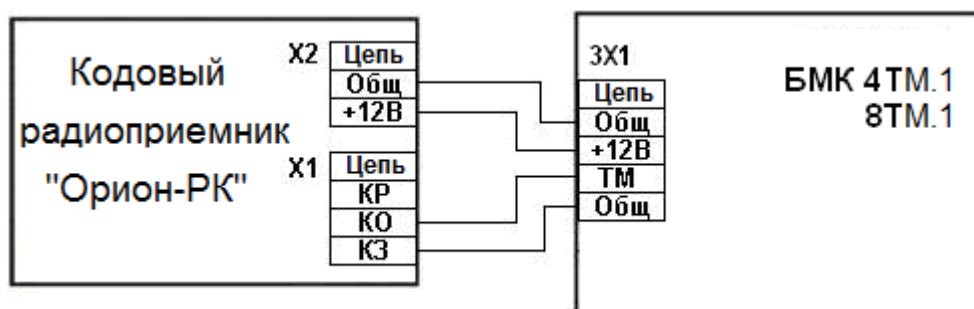

Рисунок 2 Схема подключения кодового радиоприемника «Орион-РК»
8.10 При необходимости управления прибором с помощью радиоконспекта «Орион-РК» подключить кодовый радиоприемник радиоконспекта к прибору согласно рис. 2 (поставляется по отдельному заказу). В таком случае прибором нельзя будет управлять с помощью ключей Touch Memory. Руководство по эксплуатации радиоконспектом «Орион-РК» можно загрузить с сайта производителя www.tiras.ua во вкладке «загрузка».